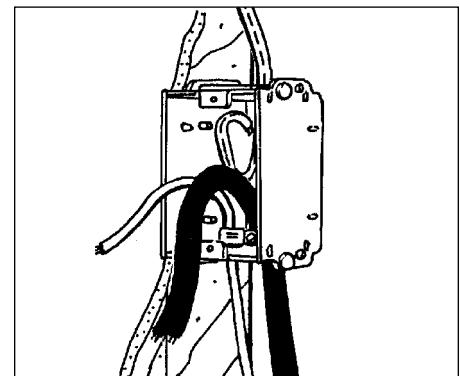

Figure 4
- Couper la longueur excédentaire des fils d'alimentation, des conducteurs froids et du fil du capteur de température, au besoin, en laissant des longueurs d'environ 15 cm (6 pouces) à l'extérieur du boîtier (voir la figure 4). La plupart des câbles chauffants sont fournis avec les étiquettes d'identification fixées à l'extrémité des liaisons froides. S'assurer que ces étiquettes